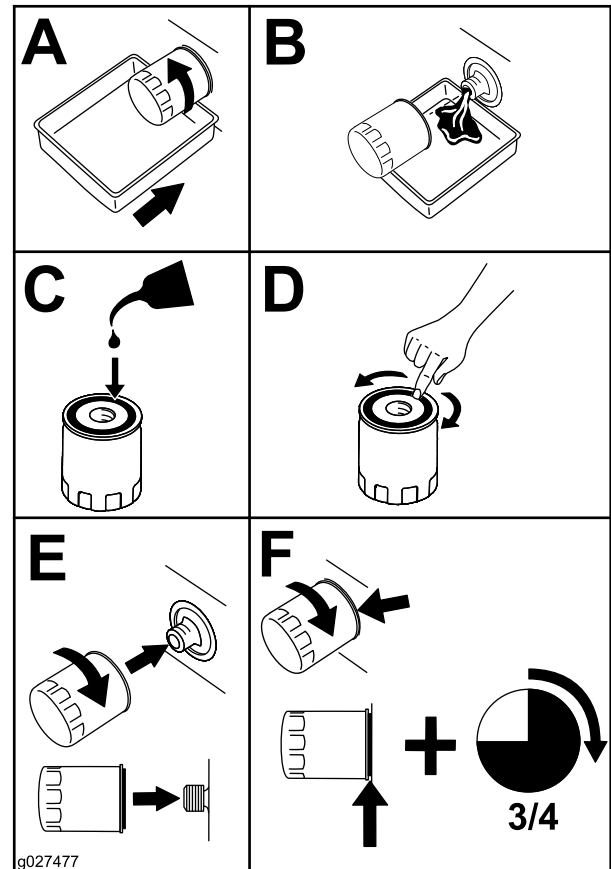

Figura 61
2. Substitua o filtro do óleo do motor (Figura 61).